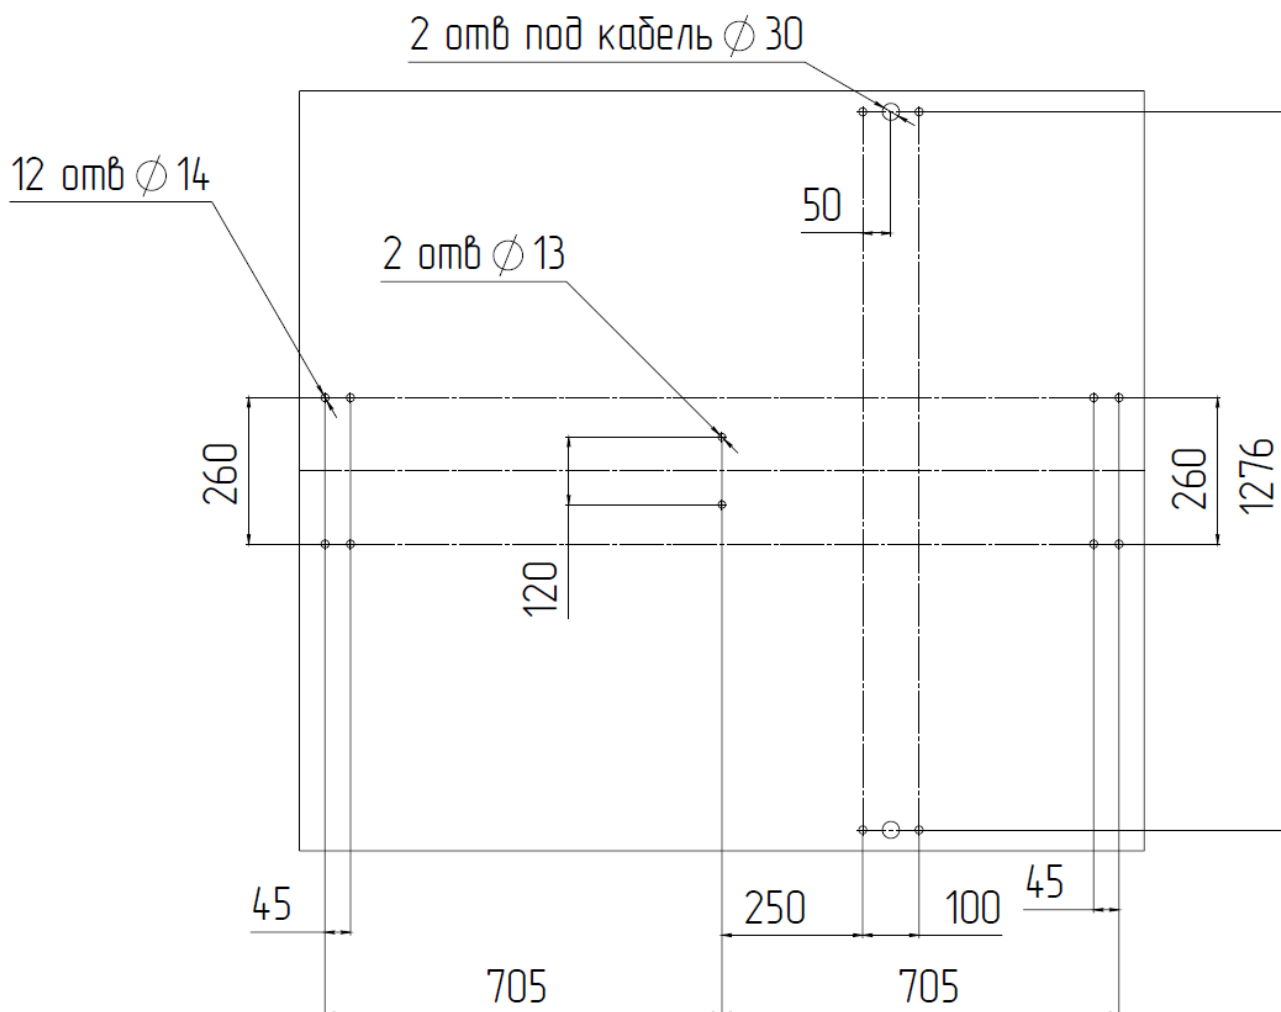

Рисунок 4 – Шаблон для установки турникета
4.2.4 Рисунок 4 – по установочным размерам, подготовьте отверстия диаметром 14 мм в полу под анкера крепления стойки турникета глубиной 80 мм.